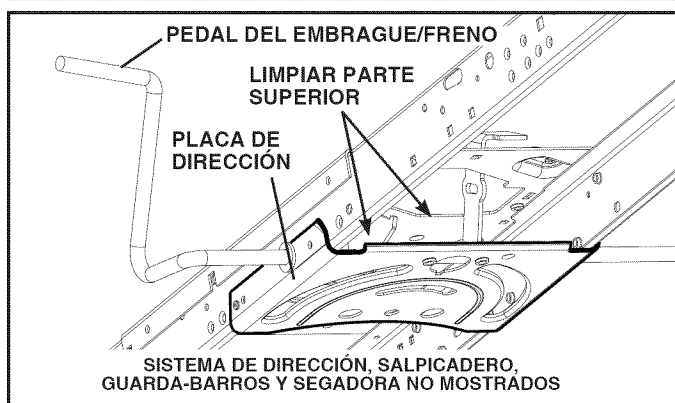

Fig. 39
- Limpie los desechos de la placa guía. Los desechos pueden limitar el movimiento del eje del pedal del freno/embrague, lo que hará que patine la correa y que se pierda la tracción. Vea Fig. 39.